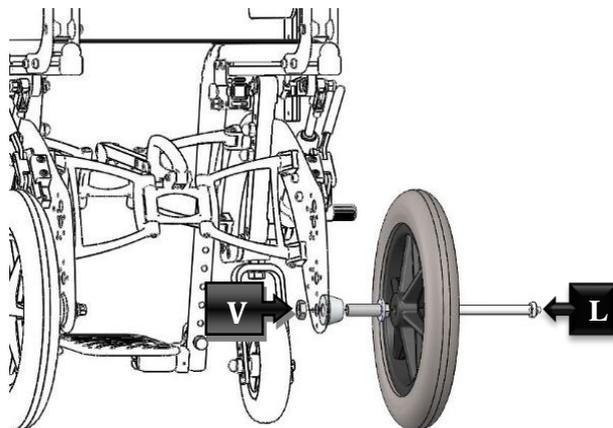

Figura 44
Para remover o casquilho, faça uma ligeira pressão sobre o Pip Pin indicado com (L) na Figura 44 e extraia-o, a seguir, retire a roda e desenrosque a porca (V) com uma chave para parafusos de cabeça sextavada de 24 mm.